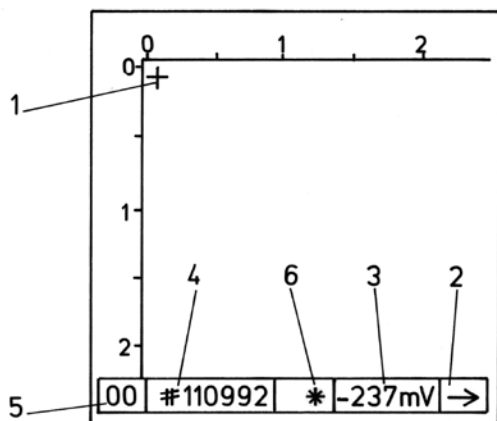

Рис. 4.1 Страница с сеткой 150/150 мм.
Курсор находится в левом верхнем углу сетки XY (Рис. 4.1). Это указывает, где будет получен результат первого измерения, поэтому важно выполнить первое измерение в соответствующей точке, отмеченной на бетоне.
- При подходе к концу строки следует нажать кнопку \downarrow , и курсор перейдет на следующую строку. Стрелка направления (поле 2 на Рис. 4.1) автоматически меняет направление на \leftarrow .
- Продолжайте перемещать роликовый электрод по оси Y, как показано стрелкой направления (поле 2 на Рис. 4.1). Результаты измерений будут выдаваться автоматически с заданным шагом между рядами.
- Во время перерывов при автоматическом измерении результат измерения выводится в строке состояния. (Поле 3 на Рис. 4.1)